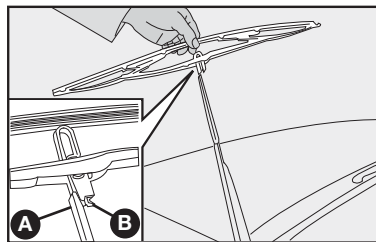

fig. 21
Substituição das palhetas do limpador do para-brisa - fig. 21
2) Tirar a palheta apertando a trava **B**-fig. 21 na haste **A** e simultaneamente empurrando-a para baixo; a seguir, desengatar a palheta da haste **A**.